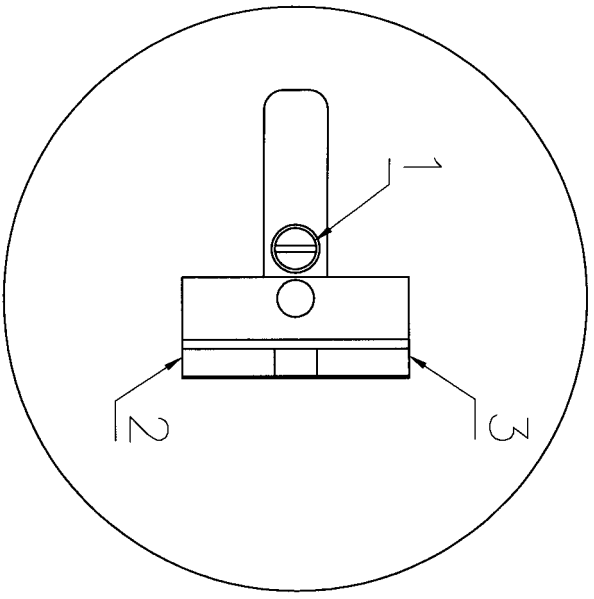

FIG. 4
5. Réglage du dispositif de visée (*Fig. 4*)